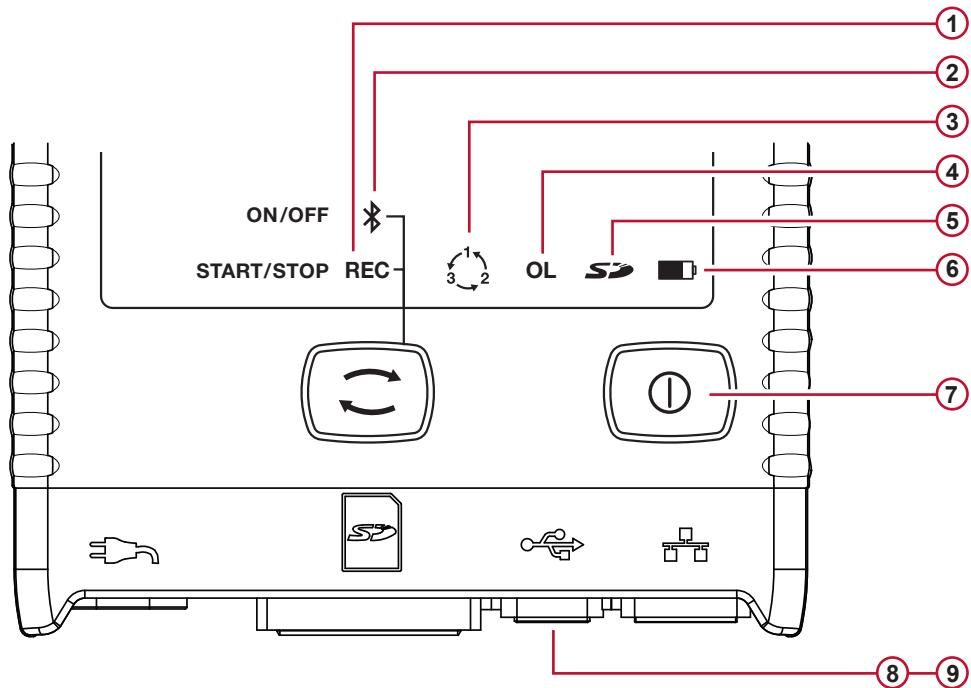

Figura 9
- Pulse el botón **Selección** (C) para iniciar o parar una sesión de registro y para activar o desactivar la conexión Bluetooth.
- El piloto REC verde (nº1 en la Figura 9) se enciende 3 s y el piloto Bluetooth azul (nº2 en la Figura 9) se enciende también y se alternan sucesivamente durante 3 segundos cada uno. Mientras cada uno de estos botones esté encendido, Vd. puede definir su función como se indica a continuación.